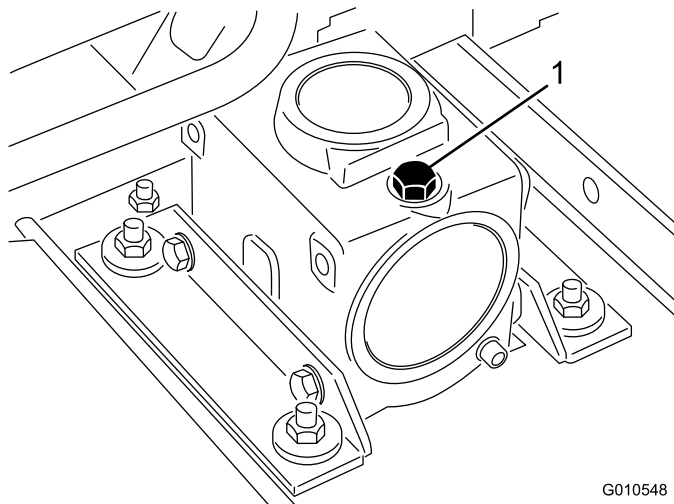

図 12
2. ギア・ボックスの上部についているディップスティック兼給油プラグ（図 12）を取り、オイルの量が、ディップスティックについている2本のマークの間にあることを確認する。油量が少なければ2本のマークの間まで補給する。